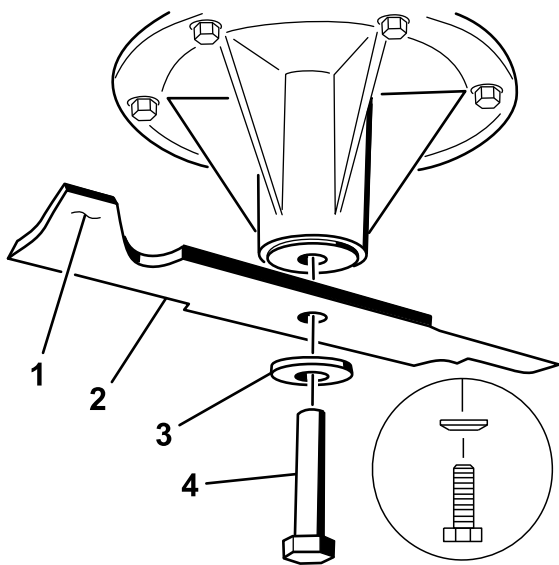

Figura 78
1. Instale la cuchilla en el eje (Figura 78).
2. Instale la arandela de muelle y el perno de la cuchilla (Figura 78).
**Nota:** El cono de la arandela de muelle debe estar orientado hacia la cabeza del perno (Figura 78).